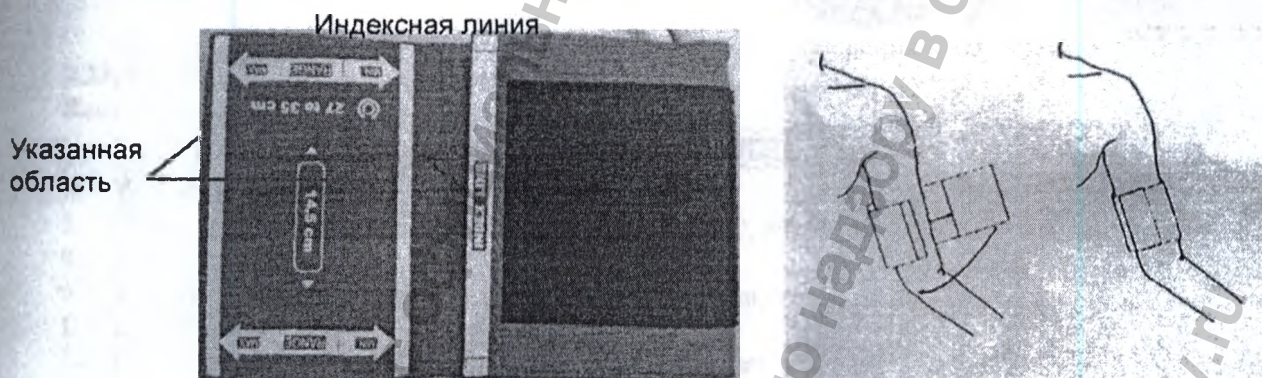

Рис. 9-4 Наложение манжеты
3) Наложите манжету на пациентку. Убедитесь, что индексная линия находится в рамках указанного диапазона, а символ — над соответствующей артерией (см. рис. 9-4). Если индексная линия не попадает в указанный диапазон, замените манжету на манжету нужного размера. Манжета не должна быть слишком туго обернута вокруг конечности. Чрезмерно тугое наложение может привести к нарушению цвета конечностей и, в конечном счете, к ишемии конечностей.